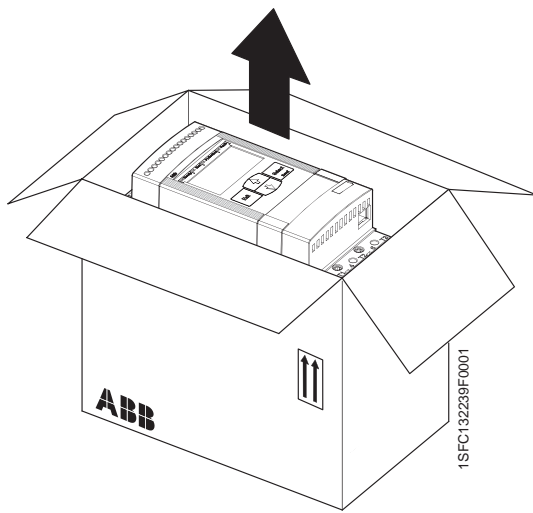

Рисунок 4.1. Распаковка PSE18...PSE170
- Проверить, что упаковка повернута вверх надлежащей стороной, рис. 4.1 и 4.2.